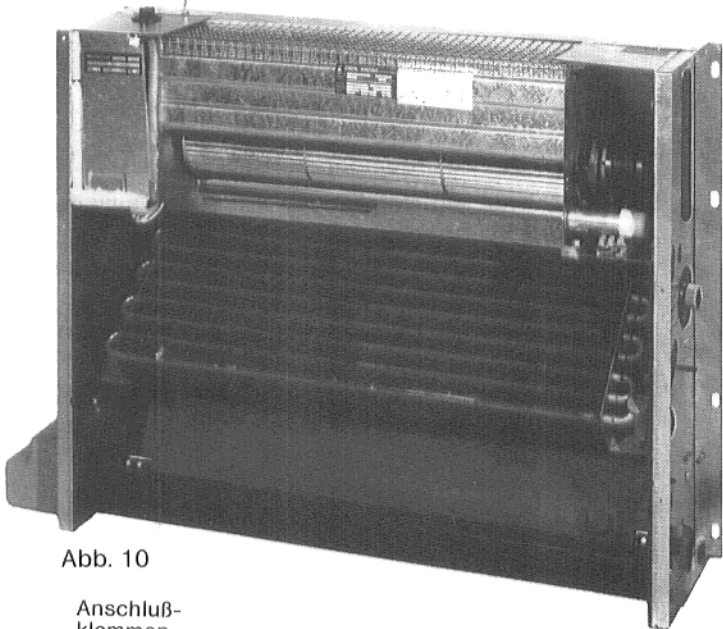

Abb. 10
3. Schaltkasten abschrauben (Blechschauben) Abb. 10.